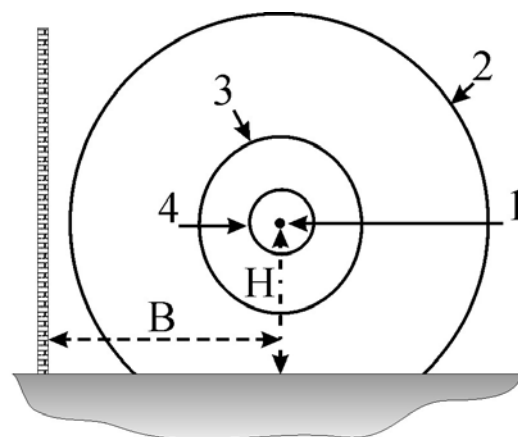
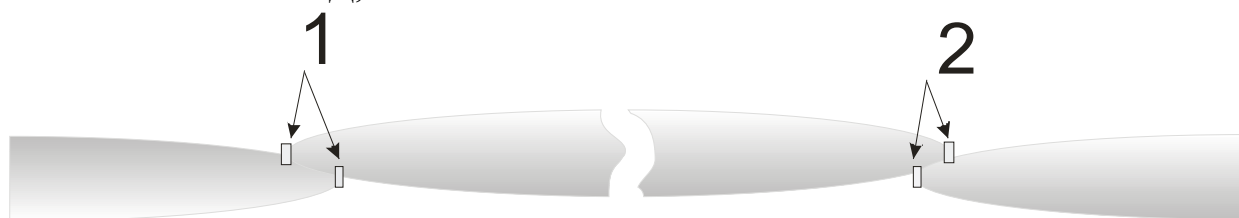
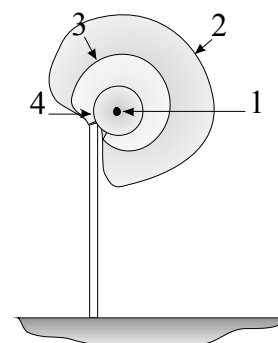

Рис. 4.4
Рис. 4.5
Рис. 4.9
4.6 При размещении ЗО вдоль стен, заграждений или др. сооружений (за исключением «радиопрозрачных»), ЗО не должна касаться их поверхностей. На рис. 4.4 представлены поперечные сечения (относительно оси «1») ЗО на различных удалениях от блоков (БПРД или БПРМ), установленных на высоте «Н»: «2» - в середине протяженного контролируемого участка; «3» - на расстоянии 2...3 м от блоков; «4» - вблизи блоков. Расстояние «В» от блоков до сооружения должно быть не меньше половины ширины ЗО в середине контролируемого участка.
4.8 Следует отметить, что на части контролируемого участка ЗО имеет форму усеченного поверхностью земли эллипсоида вращения см. рис. 4.4 зона «2». Однако (см. п. 4.4) при приближении к БПРД (БПРМ) ЗО «отрывается» от земли и необходимо «прикрыть» образовавшиеся «проходы» с помощью либо ЗО смежного участка, как показано на рис. 4.5 (вид сверху) и 4.6 (вид сбоку), либо с помощью физических преград (ограждений, колючей проволоки или др.). На рис. 4.5, 4.7,...4.9 цифрами обозначены блоки «1» - БПРД, «2» - БПРМ.
4.10 При установке на рубеже последовательно нескольких извещателей необходимо обеспечить их пространственную развязку (для исключения взаимовлияния) и перекрытие ЗО для исключения «санкционированных по ошибке» пропусков. На рис. 4.5,
4.14 При размещении извещателя в верхней части заграждения (почти «козырьковый» вариант), необходимо учесть влияние отраженных волн, также как в п. 4.13. Выбрать высоту установки блоков над заграждением, чтобы отраженные от заграждения волны не проецировались на радиопрозрачную поверхность БПРМ. В этом случае при установке лучше использовать специальные кронштейны КВ31 из комплекта поставки. На рис. 4.9 (также как на рис. 4.4 и с теми же обозначениями) ориентировочно показаны сечения ЗО для «козырькового» варианта.